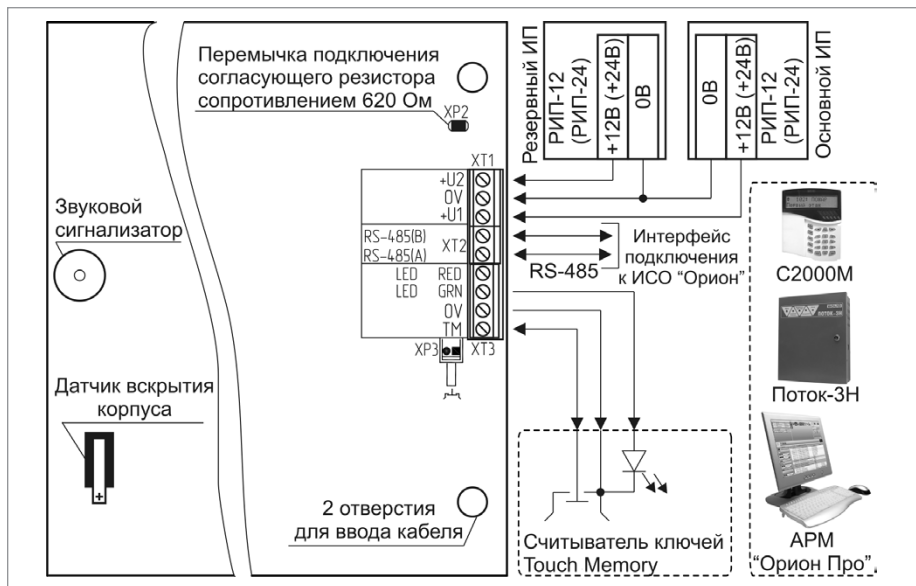

Рисунок 7. Схема внешних соединений блока «Поток-БКИ»
2. Подключение соединительных линий выполняйте в соответствии с проектной документацией и схемой на Рисунок 7.